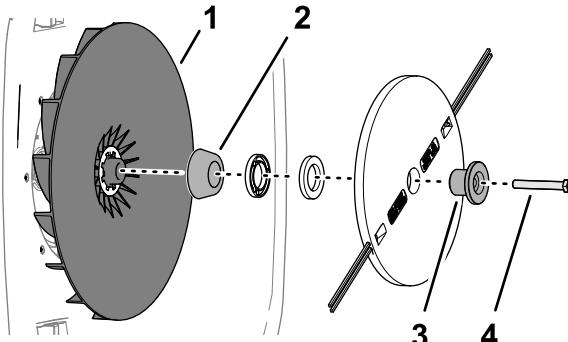

Рисунок 30
1. Установите стопор, режущий диск, приставки и коническую приставку на крыльчатку с помощью болта (Рисунок 30).